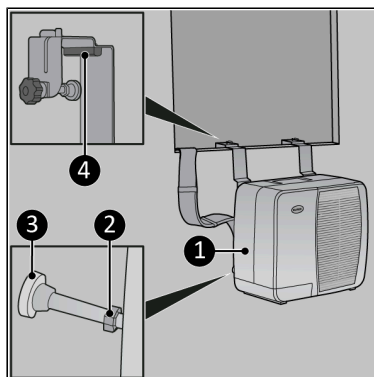

Figura 72.
- Se necessario, usare il blocco rimovibile (Figura 72, pos. 4) sui muri più sottili o sui telai delle finestre.
- Assicurarsi che l'unità esterna (Figura 72, pos. 1) sia dritta stringendo il dado (Figura 72, pos. 2) sul bullone di regolazione. Assicurarsi che il paracolpi (Figura 72, pos. 3) sia posizionato verticalmente.